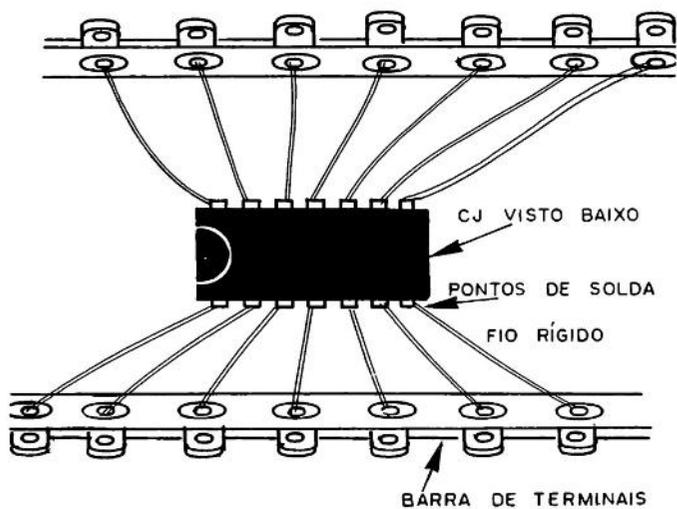

Figura 17
a) Fixe as pontes de terminais onde vão ser instalados os componentes numa base de material isolante deixando uma distância de separação de aproximadamente 5 cm. Em cada circuito integrado solde fios de 3 cm de comprimento rígidos e solde estes fios nos orifícios das barras de terminais conforme mostra a *figura 17*.